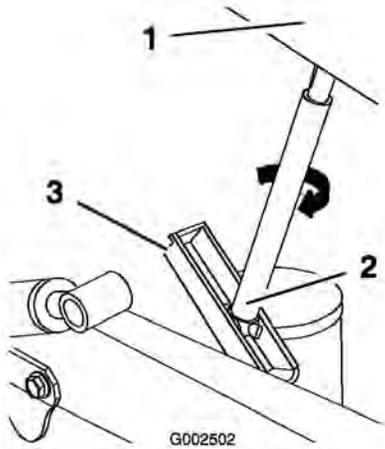

Figura 17
2. Gire la varilla de soporte 90° y guíela a través del soporte de la varilla (Figura 17) mientras se baja lentamente el patín del depósito.